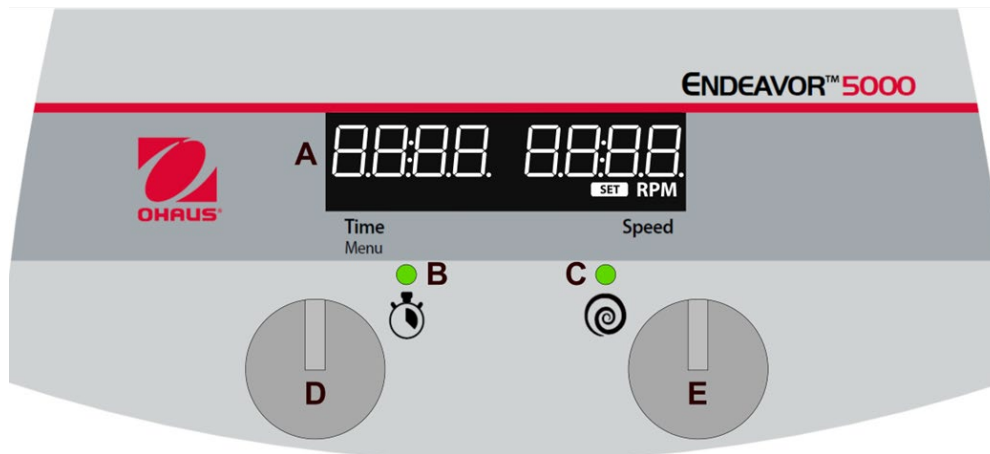

Figura 1: Pannello di controllo digitale Endeavor 5000
2. Quando il timer è impostato su un qualsiasi orario compreso tra 00:01 e 99:59, il timer conterà alla rovescia rispetto al tempo impostato una volta attivata la funzione di scuotimento e l'**indicatore di stato del timer (B)** si illuminerà.
- c. Quando il timer raggiunge le 00:00 in modalità conto alla rovescia le funzioni di scuotimento si disattivano, l'unità emette un bip 1 volta e sul display compare "**End**" (A, Figura 1).
1. Ruotare la **manopola per la regolazione del tempo (D)**, Figura 1).
- c. Premere rapidamente la **manopola per la regolazione del tempo (D)** per selezionare il valore dei minuti
- e. Ruotare la **manopola per la regolazione del tempo (D)** per regolare il valore delle ore
- f. Premere rapidamente la **manopola per la regolazione del tempo (D)** per verificare il valore delle ore e l'impostazione del timer
1. Ruotare la **manopola per la regolazione della velocità (E, Figura 1)** sull'impostazione desiderata
1. Tenere premuta la **manopola per la regolazione della velocità (E)** finché l'unità non emette un bip e l'**indicatore dello stato di funzionamento (C, Figura 1)** non si illumina.
- In modalità inattiva, tenere premuta la **manopola per la regolazione del tempo (D)** finché non viene visualizzato "MENU"
- Premere rapidamente la **manopola per la regolazione del tempo (D)** o la **manopola per la regolazione della velocità (E)**.
- Per selezionare una condizione operativa di richiamo, tenere premuta la **manopola per la regolazione della velocità (E)** finché l'unità non emette un bip e l'**indicatore dello stato di funzionamento (C, Figura 1)** non si illumina.